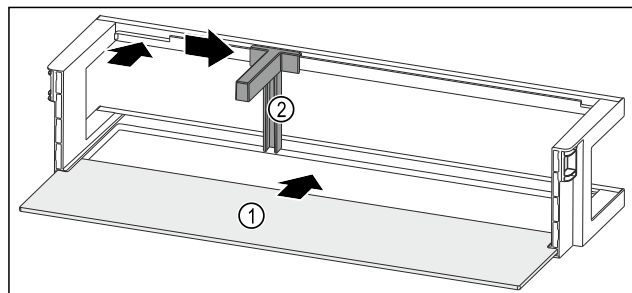

Fig. 121 Рафт на врата с рафт
- Вкарайте рафта Fig. 121 (1) в страничните прорези.
- Поставете преградата за бутилки Fig. 121 (2) в прореза.
- Плъзнете преградата за бутилки Fig. 121 (2) настрани до желаната позиция.